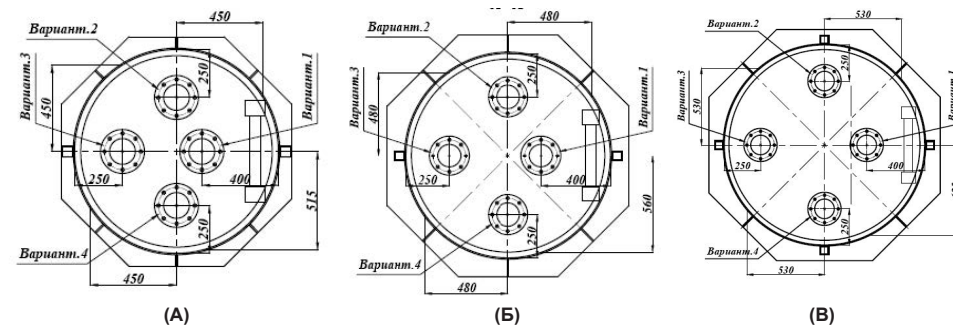

Рис. 2: Варианты расположения в кессоне муфты: А – «К1», Б – «К2»; В – «К3, К4».
1. Разметить котлован под изделие согласно монтажной схеме на соответствующую модель, с учетом эксцентricности отверстия в днище изделия под оголовок скважины (муфты) и его положения (см. Рис.2), с учетом направления водоотводящей магистрали. Рекомендуется котлован цилиндрической формы, что позволит сократить объем земляных работ при монтаже кессона. Диаметр котлована должен иметь габаритные размеры на 300 мм больше диаметра кессона с каждой стороны. Проверить правильность разметки.